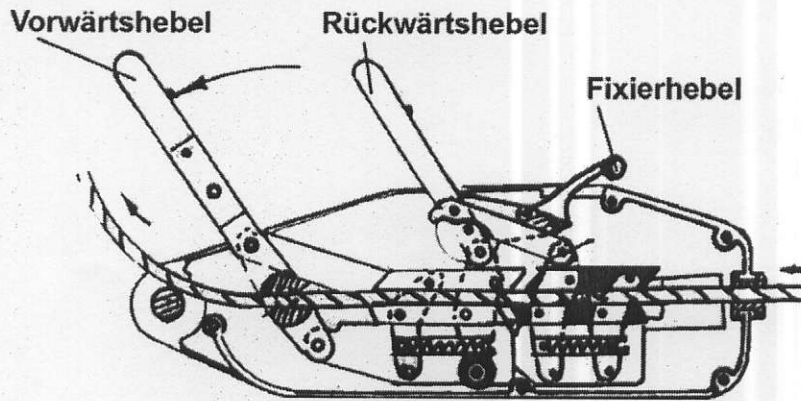
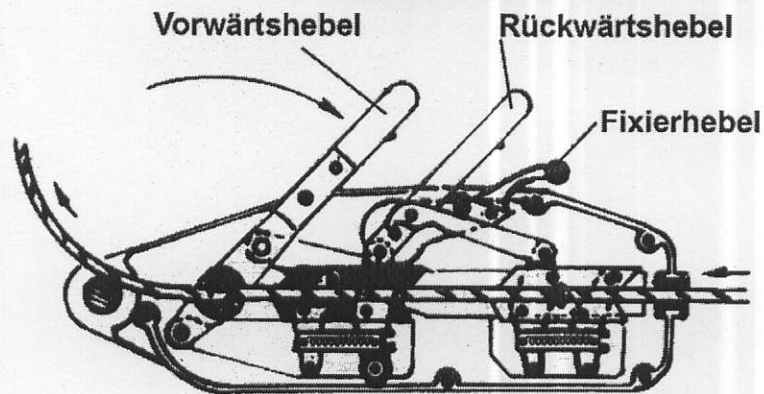

Abb.4
Abb.5
- Zum Einziehen des Seils bewegen Sie den Vorwärtshebel vor und zurück (Abb.4 & Abb.5).